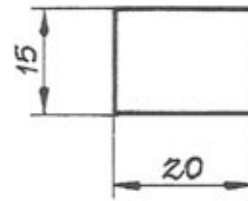

BILD 2
3. Såga 8 spår i korken med hjälp av ett tunt sågblad och limma fast mässingblecken. Se bild 2.